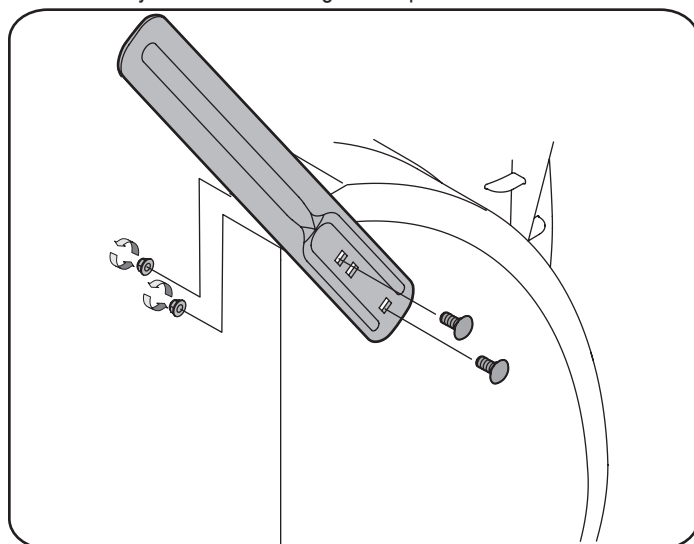

Figura 7
2. Gire los cortadores de desplazamiento de nieve y posiciónelos según se muestra en la Figura 7 hacia el exterior de la caja de la barrena.